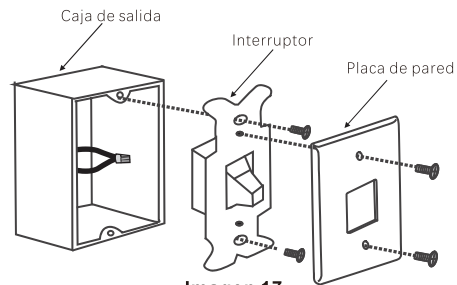

Imagen 17
Paso 1. Quite la placa de pared existente y el antiguo interruptor de la caja de salida de pared. Junte los cables NEGROS (calientes) y empuje hacia la caja de salida. (Imagen 17)